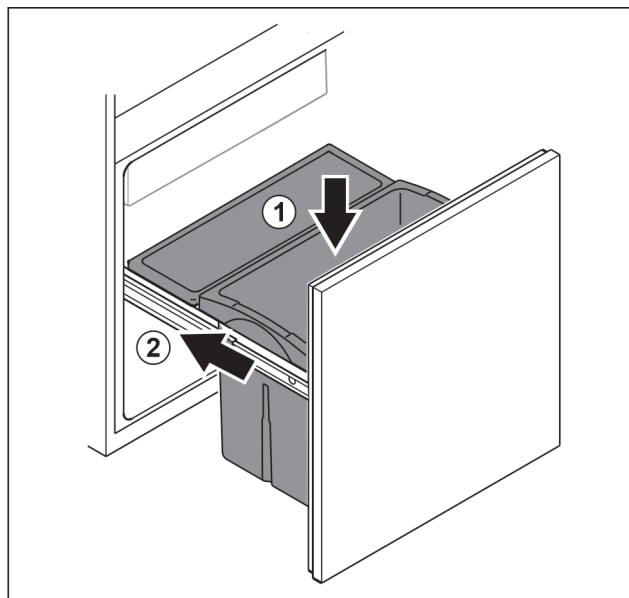

Fig. 191
- Umetnite ladicu s gornje strane. Fig. 191 (1)
- Gurnite izvlačnu kutiju. Fig. 191 (2)